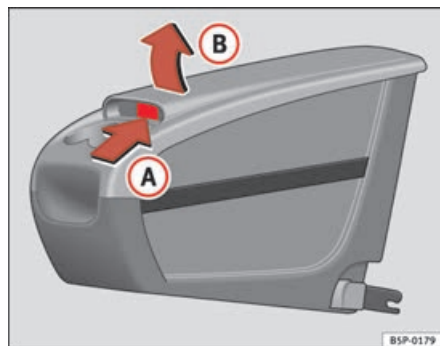

Fig. 114 Porta-objectos móvel. Abertura
- Levante a tampa **(B)**, pela zona **(A)** ⇒ fig. 114.